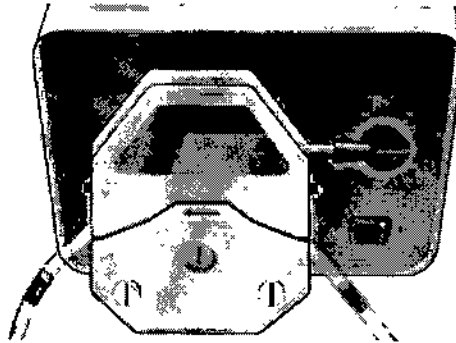

Fig 20. Bomba encendida
18. Asegúrese de que el interruptor general del transformador esté en la posición de encendido. Encienda el interruptor general de la bomba (Fig. 20) y asegúrese de que los tubos estén llenos de fluido.